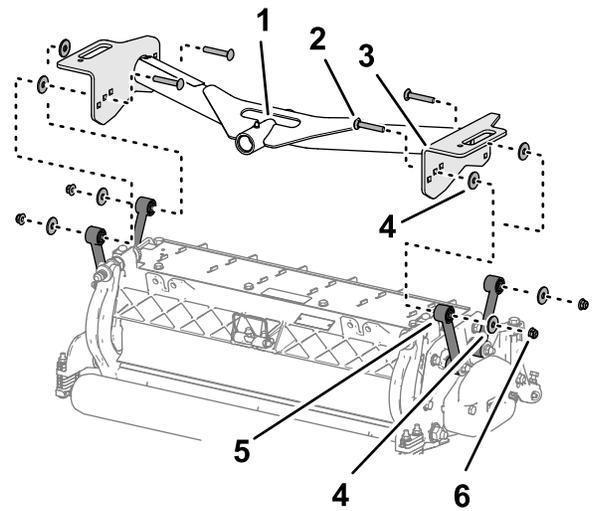

図 17
1. 前キャリアフレームのプレート穴を、カットユニットの取り付けプレートの穴に合わせる 図 17。
2. ワッシャをキャリアプレートとリンクの間に合わせ 図 17、プレートとスペーサを仮止めするキャリッジボルト $\frac{3}{8}$ x 2 $\frac{1}{4}$ "、ワッシャ、フランジロックナット $\frac{3}{8}$ "を使用する。